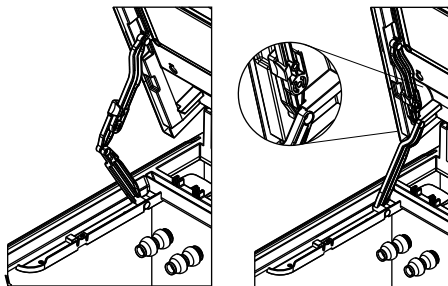

図24：フードを直立状態まで開ける
17. この時、図24に示すとおり、ボトムレグとミドルレグのジョイント部分をフード側に押します。しっかりとサポートに支えられるまで、少しフードを開めます。